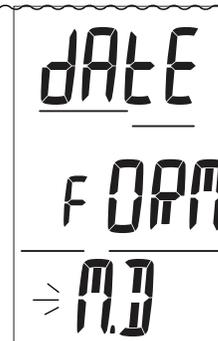

Fig. 37 - RÉGLAGE DU FORMAT DE LA DATE
**Réglage du format de la date** : paramètres affichés (Fig. 37)